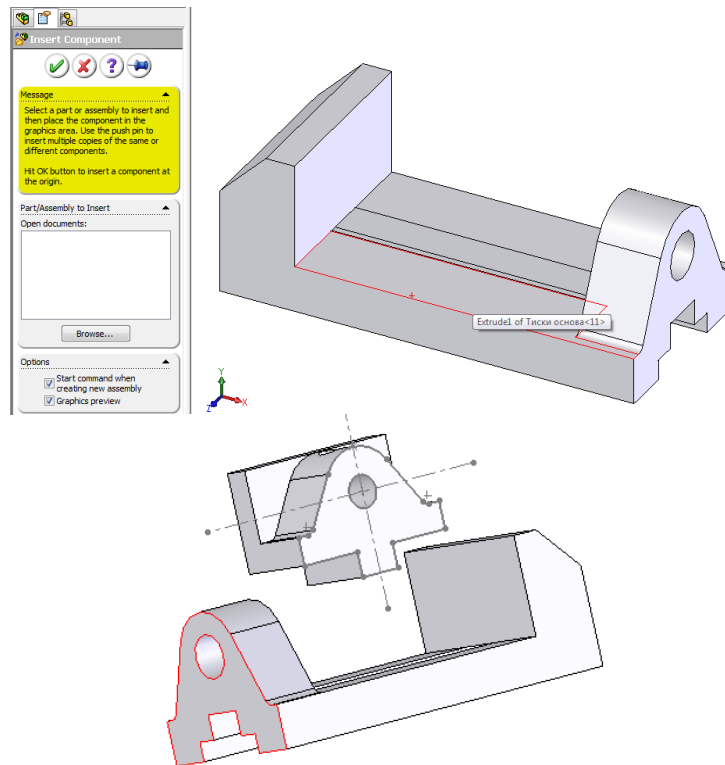

Рис. 7.1.6.Імпорт в документ збірки перших деталей
2. За допомогою діалогового вікна ВСТАВИТЬ КОМПОНЕНТ, яке знаходиться при запуску збірки зліва, додайте в документ Основу тисків (рис. 7.1.6). Аналогічно додайте губки. За допомогою інструменту ВРАЩЕНИЕ ви можете розвернути деталі таким чином, щоб зручно було виконувати збірку.